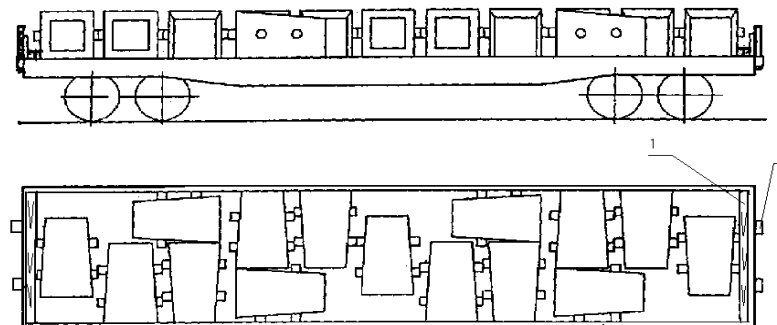

Рисунок 114
6.2. Изложницы массой до 4,6 т включительно в количестве 15 штук размещают на платформе симметрично относительно продольной и поперечной плоскостей симметрии вагона с равномерными зазорами между ними (рисунок 114). Изложницы размещают длинной стороной поперек вагона в количестве 11 штук, а вдоль вагона – 4 штуки. Изложницы размещают на расстоянии 400-500 мм от торцевых бортов. Торцевые борта платформы подкрепляют короткими стойками, вдоль торцевых бортов укладывают упорные бруски сечением не менее 100х100 мм и длиной, равной ширине платформы. Каждый брус прибивают к полу десятью гвоздями диаметром 6 мм и длиной не менее 150 мм. В зазор между упорными брусками и крайними изложницами устанавливают по два распорных бруска сечением не менее 100х100 мм и длиной по месту, каждый из которых прибивают к полу пятью гвоздями диаметром 6 мм и длиной не менее 150 мм.